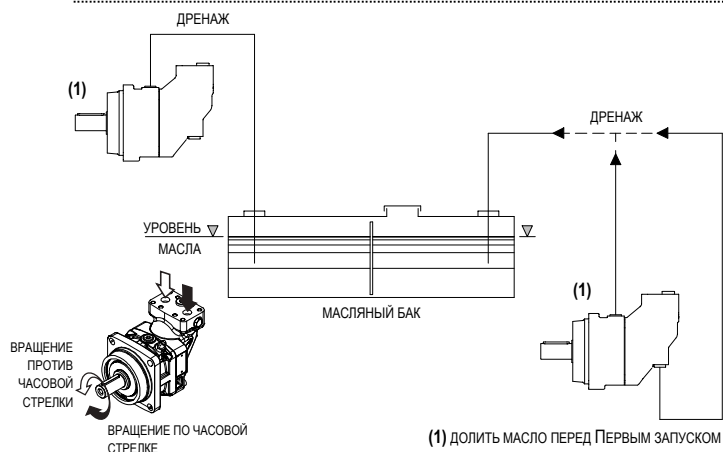

Рис. 4.6
- **Проверить соединения контура** они должны следовать направлению вращения вакуумного насоса (смотри схему на следующей странице, справа Рис. 4.6).